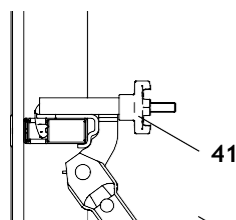

Fig. A6.03a
1. Закрепете вертикализатора или напречното рамо с болт и шплент (41.3) към свързващата скоба TRIO. (Fig. A6.03a)